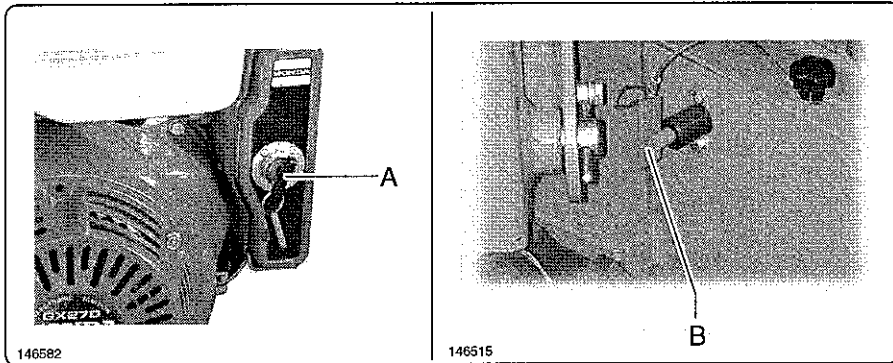

fig. 7 8.1
- 3) Quitar la llave de encendido "A" del motor de explosión y la llave "B" fig. 7 8.1 del interruptor apaga-baterías para evitar que personas no autorizadas puedan usar la máquina.